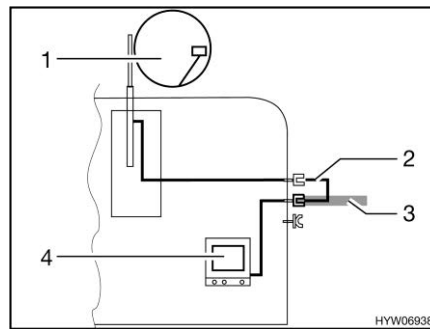

Bild 151 TV i fordonet
- TV i fordonet (Bild 151,4): Anslutning till takantenn (Bild 151,1) med anslutningskabel (Bild 151,2)
- TV i fordonet (Bild 151,4): Anslutning till extern antenn (Bild 151,3)